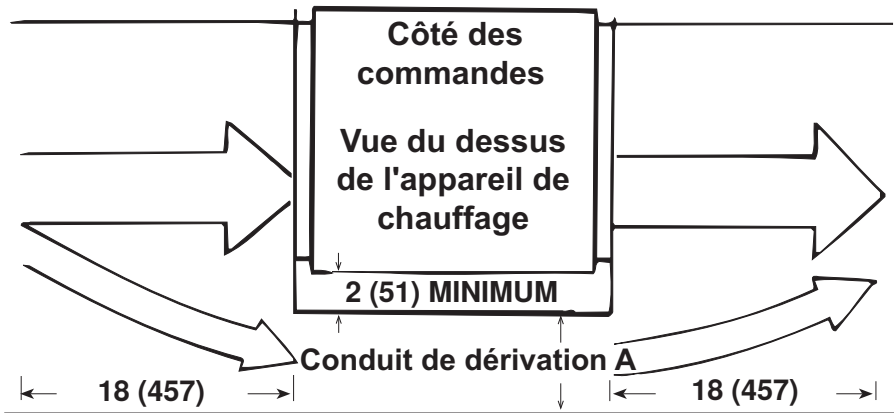

Figure 12. Dimensions du conduit de dérivation
Lorsque le débit d'air est supérieur à ce qui est permis ou désirable pour l'appareil, un conduit de contournement (voir Figure 12) peut être construit. Déterminez la taille appropriée du conduit de contournement comme suit:
3. Consultez le Tableau 8 pour déterminer la taille du conduit en fonction du débit du contournement le plus proche dans la colonne qui correspond à la chute de pression la plus proche (par ex., chute de pression = **0.36** (utilisez la colonne 0.35) et débit de contournement = 780 (830 est la valeur la plus proche dans cette colonne), la dimension du conduit de contournement A est donc (voir Figure 12) = 76 mm (3 pouces).
*Voir Figure 12.